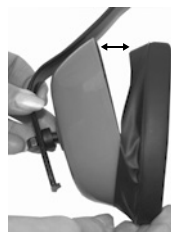

Abb. 1
- Entfernen Sie die alten Dichtungskissen von den Kapseln und ersetzen Sie diese durch die neuen (siehe Abb. 1).